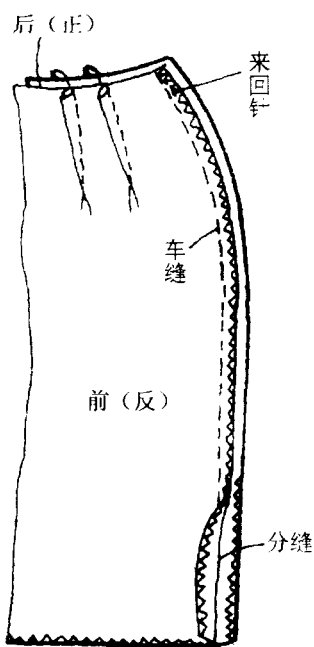

图2-12
12. 缝合侧缝。将前后裙片正面相对, 顺侧缝车缝, 然后将缝份分缝烫平。见图 2-12。